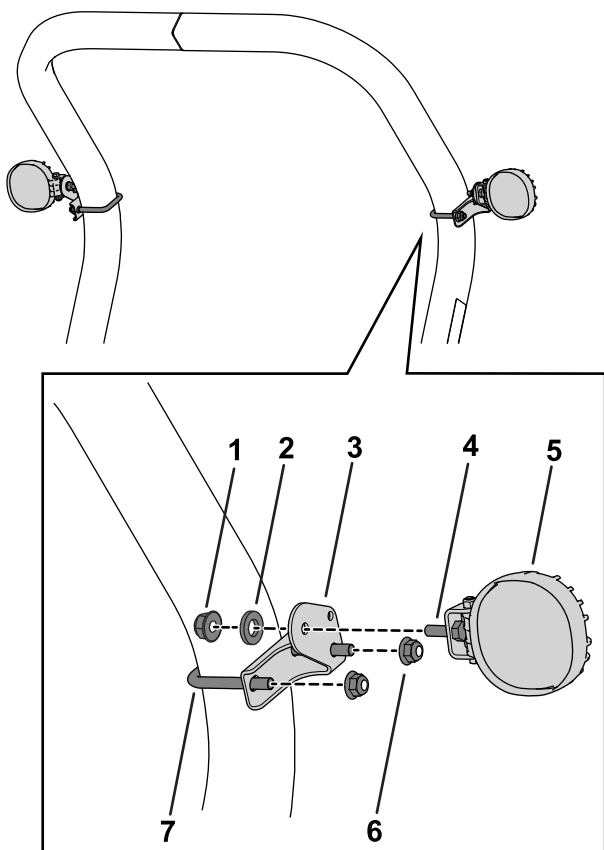

Figura 1
1. Montate la staffa su ciascun lato del roll bar con un bullone a U e 2 dadi ($\frac{3}{8}$ " come illustrato nella Figura 1.
2. Con il bullone, la rondella e il dado contenuti in ciascun gruppo del faro anteriore montate i fari anteriori come illustrato nella Figura 1.